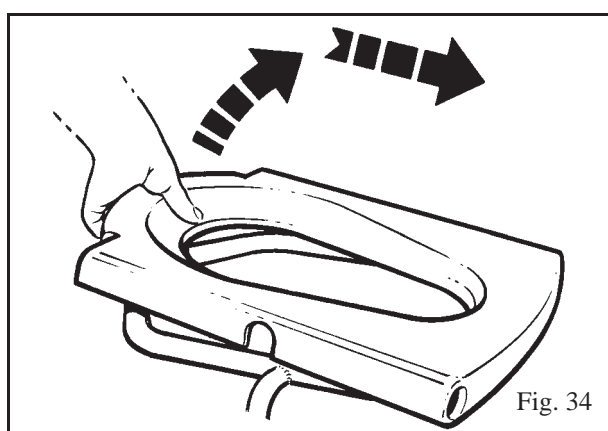

Fig. 34
2. Deslize um pouco o assento para a frente até estar afastado dos tubos da estrutura e retire-o. (Ver Fig. 34)